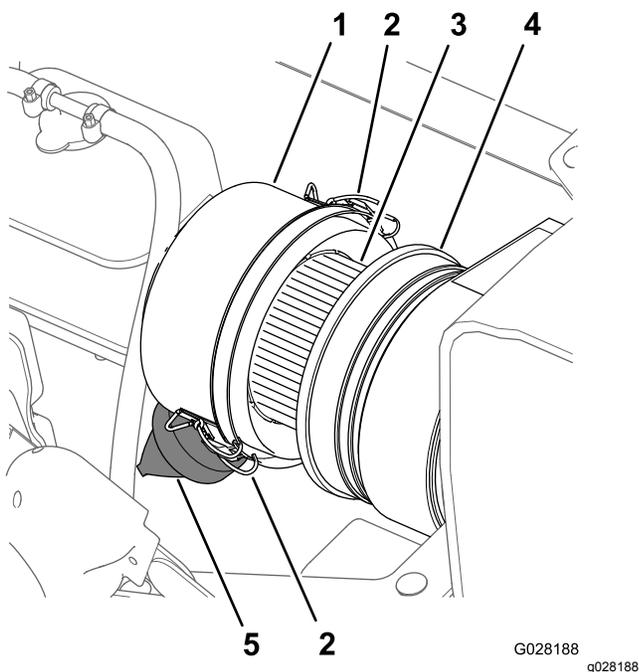
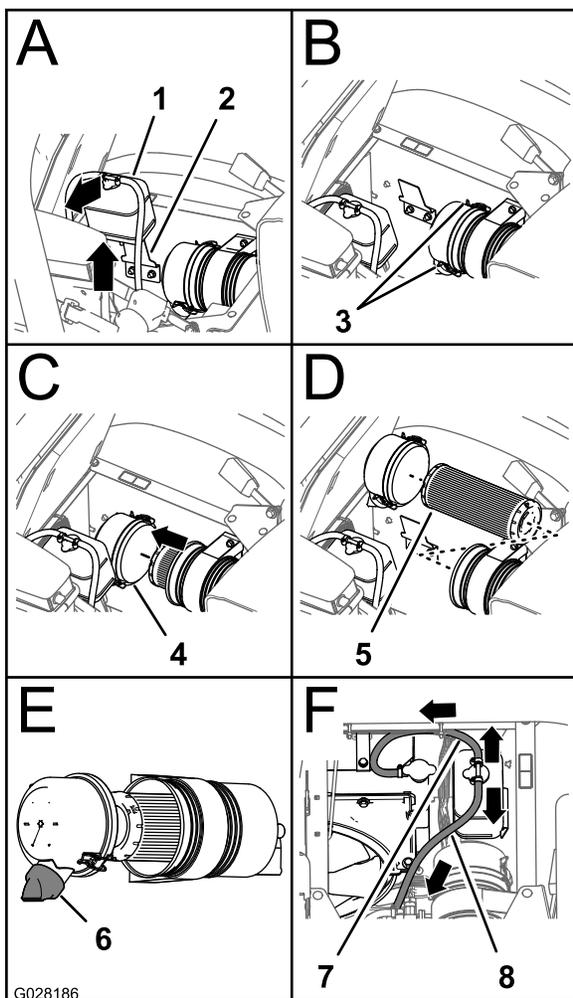

Figure 49
Figure 50
3. Essuyez soigneusement le capuchon antipoussière et le boîtier du filtre à air (Figure 49).
4. Recherchez sur le boîtier du filtre à air des dommages susceptibles d'occasionner des fuites d'air (Figure 49).
5. Pressez la valve à poussière pour éliminer les saletés, la poussière et les débris (Figure 49).
7. Vérifiez que l'élément du filtre à air ne présente pas de dépôts excessifs de poussière, saleté ou débris (Figure 49).
8. Reposez le capuchon antipoussière sur le boîtier du filtre à air et fixez-le en place avec les 2 attaches (Figure 49).
2. Essuyez soigneusement le capuchon antipoussière et le boîtier du filtre à air (Figure 49).
3. Soulevez le réservoir de trop-plein de liquide de refroidissement pour le déposer de son support (Figure 50).
- Desserrez les 2 attaches qui fixent le capuchon antipoussière sur le boîtier du filtre à air (Figure 50).
- Essuyez l'intérieur du capuchon antipoussière, du boîtier du filtre à air et de la valve à poussière avec un chiffon humide (Figure 49 et Figure 50).
- Insérez l'élément filtrant neuf dans le boîtier du filtre à air (Figure 50).
- Reposez le couvercle sur le boîtier du filtre à air et fixez-le en place avec les 2 attaches (Figure 50).
**Remarque:** Vérifiez que la valve à poussière est bien alignée entre les positions 5 et 7 heures vu de l'extrémité (Figure 50).
- Placez le réservoir de trop-plein du liquide de refroidissement en face de son support et fixez solidement le réservoir (Figure 50).
**Important:** Vérifiez que le flexible de décharge de pression est dirigé vers l'avant et le bas et que le flexible d'évent du réservoir est dirigé vers l'arrière, comme montré à la Figure 50.